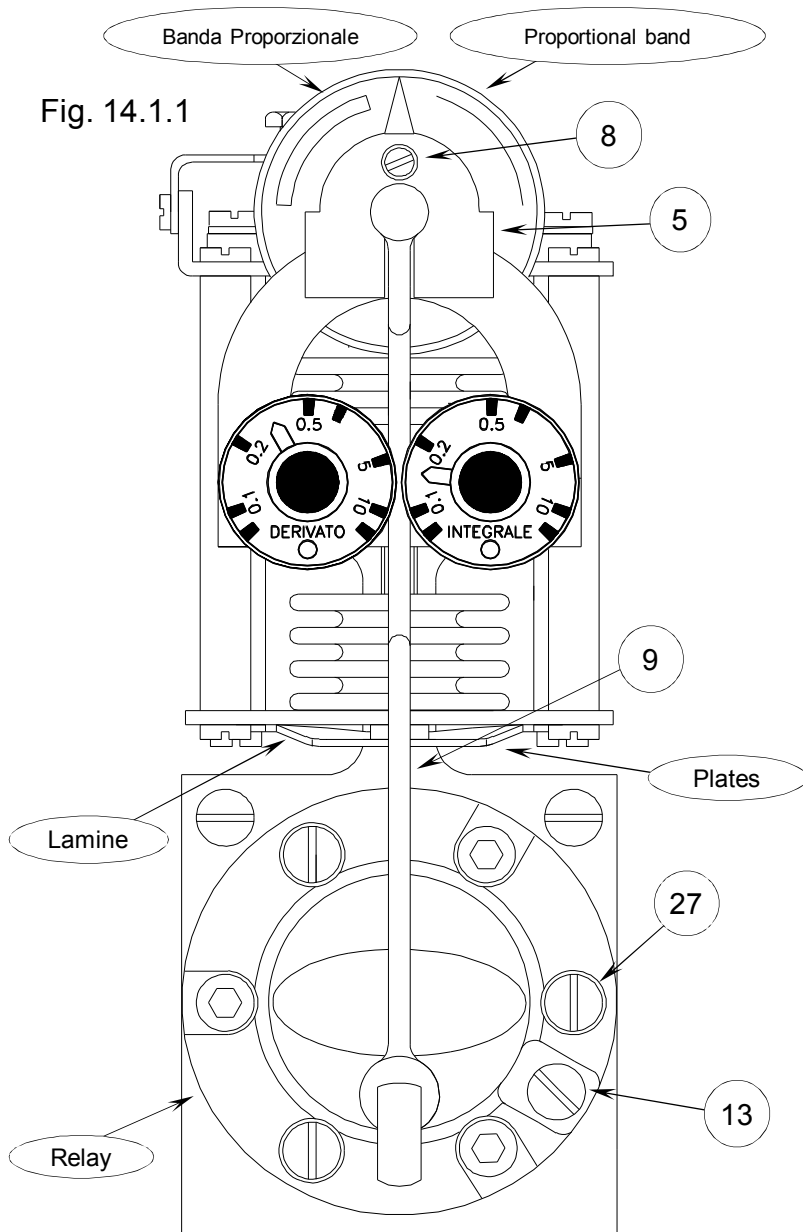
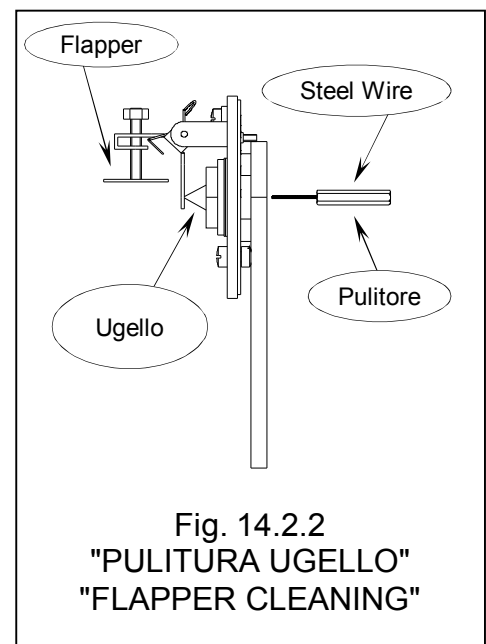
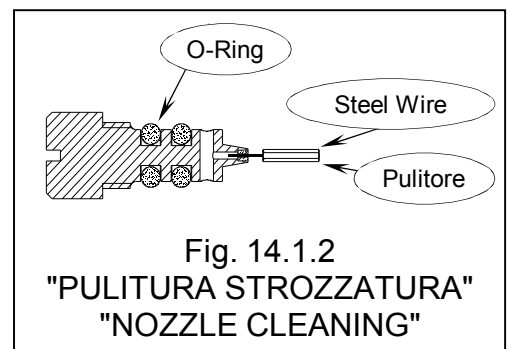

Fig. 14.1.1
Fig. 14.2.2
Fig. 14.1.2
Rimuovere la vite (13) Fig. 14.1.1 e pulire, come in Fig.14.1.2, tramite apposito pulitore posto sul coperchio all'interno dello strumento. Nel caso in cui la strozzatura fosse particolarmente ostruita l'operazione di pulizia potrà essere integrata da un bagno in trielina e da una successiva soffiatura con aria compressa. Prima di rimontare la vite (13) lubrificare gli O-Ring di tenuta con un velo di grasso al silicone.
Rimuovere la vite (8) Fig. 14.1.1 estrarre il quadrantino (54), il tubo (9) e pulire, come da Fig. 14.2.2, con l'apposito pulitore posto sul coperchio all'interno dello strumento. Durante questa operazione mantenere il flapper scostato dall'ugello, per evitare di scalfirlo. Prima di rimontare il tubo (9) lubrificare l' O-Ring di tenuta con un velo di grasso al silicone.
Remove the screw (13) (see Fig. 14.1.1) and clean, as shown in Fig. 14.1.2, by means of the supplied steel wire situated inside the instrument. If the capillary orifice is obstructed, clean it with a bath in trichloroethylene and a blow of compressed air. Before fastening the screw (13), we recommend lubricating the O-rings by applying a coat of silicone lubricant.
Unscrew the screw (8) (see Fig. 14.1.1). Remove the dial (54), the tube (9) and clean, as shown in Fig. 14.2.2, by means of the supplied steel wire situated inside the instrument. During this operation keep the oscillating plate away from the nozzle, to avoid scratching it. Before mounting the tube (9), we recommend lubricating the O-rings by applying a coat of silicone lubricant.